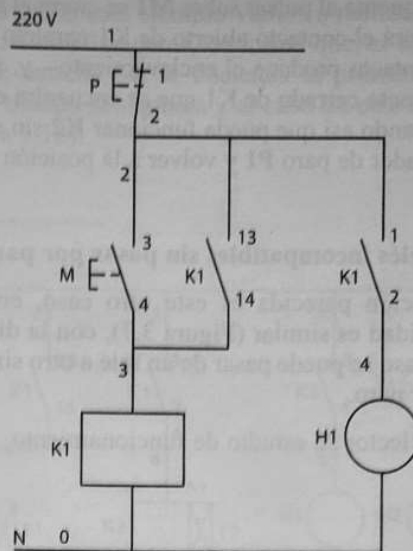

Figura 3.5. Encendido con retención.
Si colocamos un contacto NA del relé en paralelo con el pulsador M (Figura 3.5) conseguiremos que, al cerrarse el contacto, quede puentado el pulsador y, aunque soltemos M, siga circulando corriente hacia la bobina. En este caso, debemos añadir un nuevo pulsador de paro P que nos permita abrir el circuito en cualquier momento. Este tipo de pulsador será de tipo normalmente cerrado (NC).